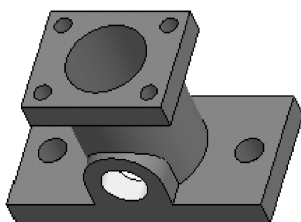

图 4-101 修改后的模型
(4) 在图形区单击鼠标中键，完成模型修改，模型如图 4-101 所示。